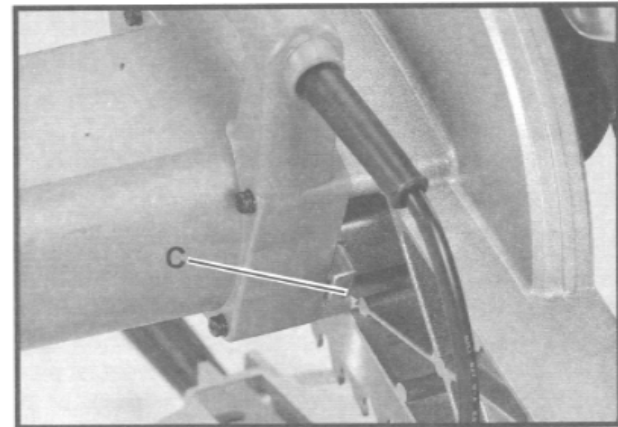
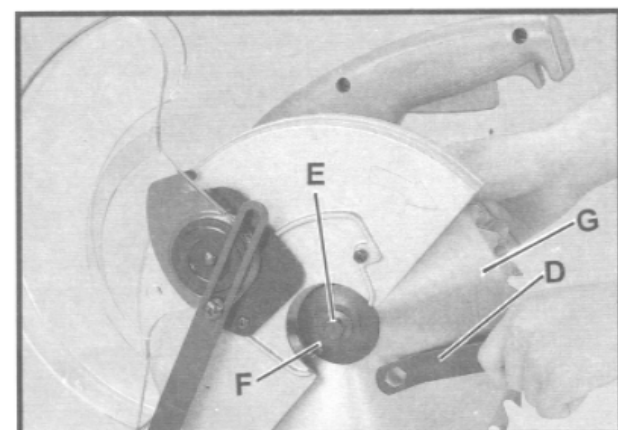

Fig. 44
Fig. 45
3. Die Spindelarreterung (C) Fig. 44 drücken und während des Lösen der Blattschraube in dieser Position festhalten.
4. Mit dem Blattschlüssel (D) Fig. 45 die Blattschraube (E) im Uhrzeigersinn lösen.
5. Die Blattschraube (E), den Blattflansch (F) sowie das Sägeblatt (G) demontieren.
6. Das neue Sägeblatt montieren, Fig. 45:
8. **Warnung:** Den Blattschlüssel (D) Fig. 45 entfernen und darauf achten, dass die Spindelarreterung (C) Fig. 44 entriegelt ist bevor die Gehrungssäge in Betrieb genommen wird.